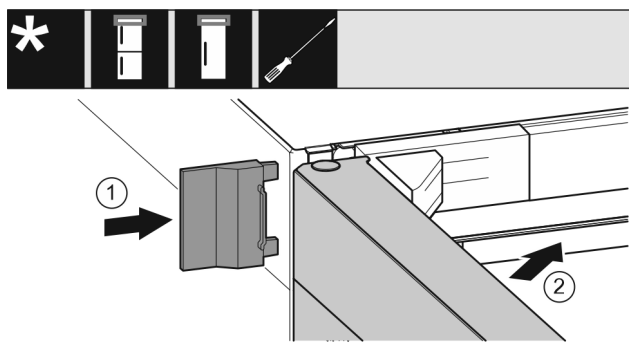

Fig. 21
- ▶ Desplazar la cubierta exterior. Fig. 21 (1)
- ▶ Cerrar la puerta superior. Fig. 21 (2)